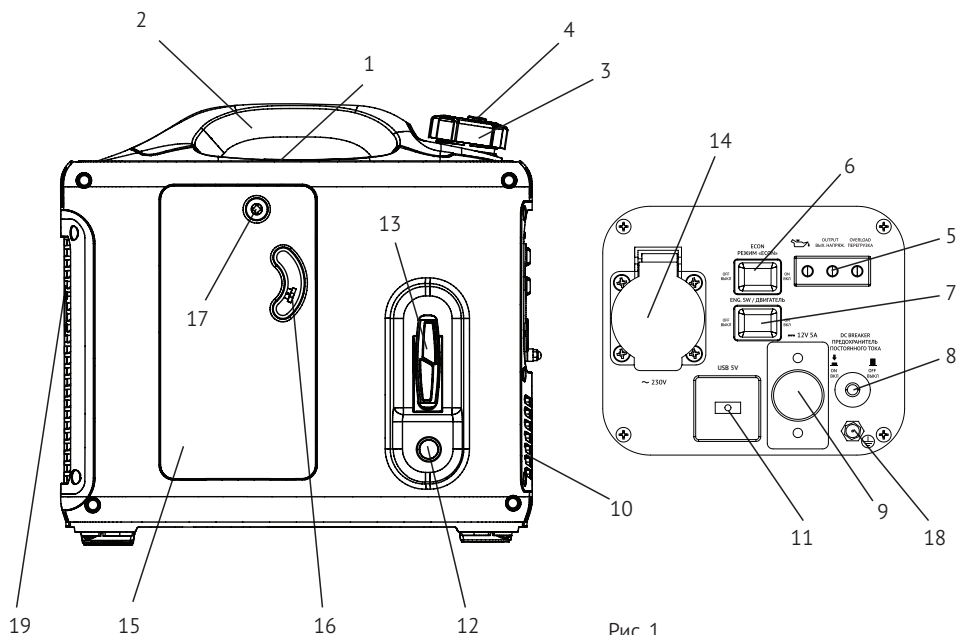

Рис. 1
- Установите выключатель 7 в положение «ВЫКЛ» (рис. 1)
- Открутите винт (17) и снимите крышку карбюраторной камеры 15 (рис. 1).
- Установите выключатель 7 в положение «ВЫКЛ» (рис. 1).
- Установите крышку карбюраторной камеры и закрутите винт 17 (рис. 1).
Зніміть кришку 3 (рис. 1) і заповніть паливний бак бензином (рис. a1). Макс рівень заповнення бака знаходиться на рівні 5 мм від нижнього краю горловини (рис. b2).
- Викриття гвинт 17 (рис. 1), потім зніміть кришку 15 (Мал. 1).